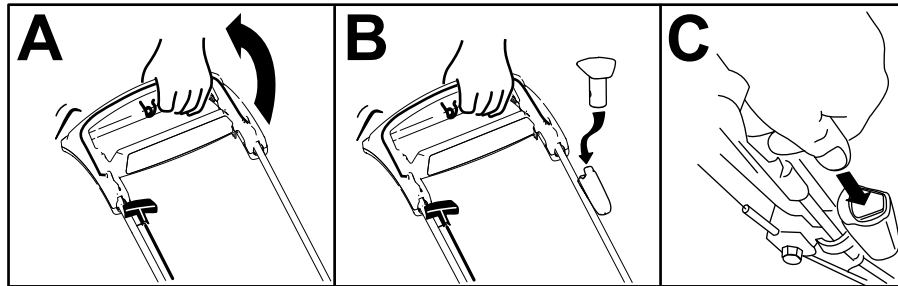

Figura 14
1. Sujete la barra de control de las cuchillas contra el manillar (Figura 14, A).
2. Si se ha retirado el botón de arranque eléctrico, introdúzcalo en el arrancador eléctrico (Figura 14, B).
3. Presione el botón de arranque eléctrico hasta que el motor arranque (Figura 14, C).